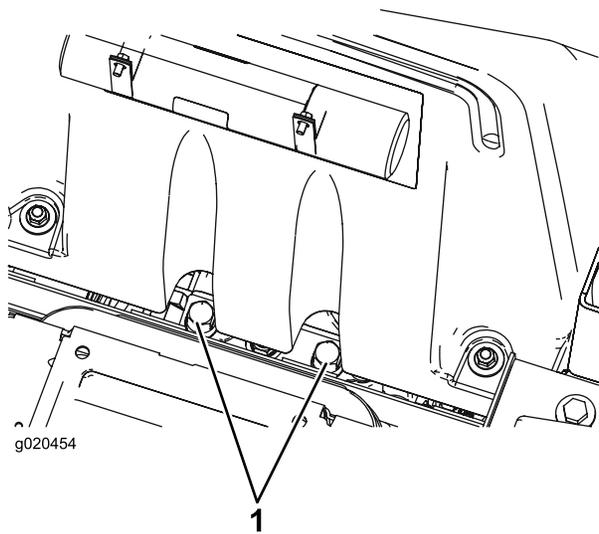

Figura 32
1. Sollevate il sedile. Le valvole di bypass sono posizionate sotto la parte anteriore del serbatoio (Figura 32).